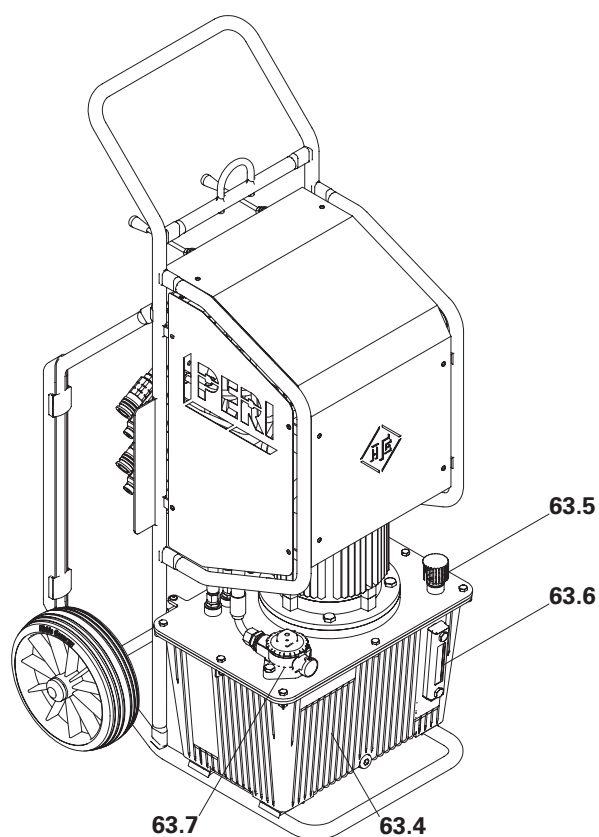

Fig. A2.03
Centralina idraulica RCS 4 x 190 bar, 380 – 460 V (63) per 4 dispositivi del sistema di ripresa 1* (Fig. A2.03)